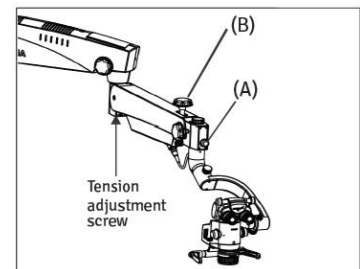

Fig. 49
3. Verrouillez le mouvement de haut en bas du bras de suspension à l'aide du bouton de verrouillage (B) de la Fig. 49 après avoir focalisé la zone d'intérêt.
7. L'éclairage est contrôlé par le bouton de commande (A), Fig. 49. Tournez-le dans le sens des aiguilles d'une montre ou dans le sens inverse pour obtenir le niveau d'éclairage souhaité.